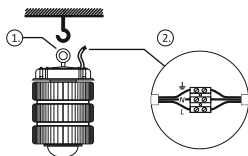

Рисунок 2 – Подключение и установка
- 5.4. Установите рым-болт путем вкручивания в светильник Geniled до упора. Подвесьте светильник* (см. рисунок 2, а, 1).
- 5.5. Подсоедините провода питания к клемме светильника Geniled (см. рисунок 2, а, 2). При подключении необходимо соблюдать полярность.